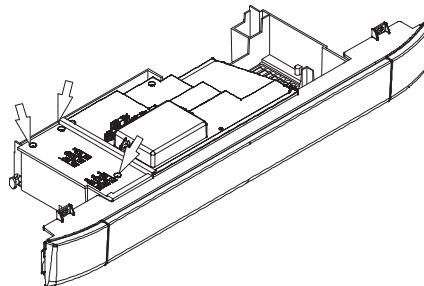

рисунок 9.11
- Ослабьте винты и снимите сервисную панель (рисунок 9.11).